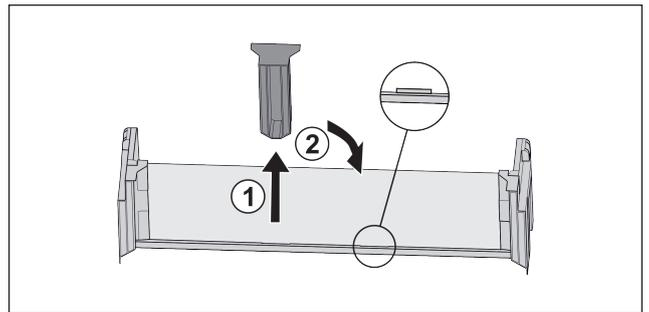

Fig. 54*
- ▶ Estrarre l'elemento di supporto centrale Fig. 54 (1).*
- ▶ Inserire l'elemento di supporto centrale sulla seconda posizione Fig. 54 (2).*